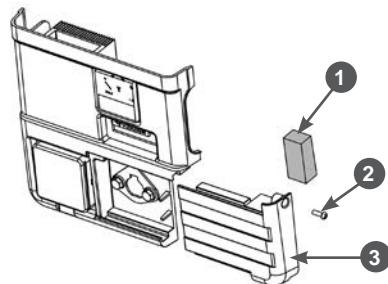

Рис. 10 Обслуживание воздушного фильтра
- Открутите винт 2, сдвиньте крышку 3 воздушного фильтра в сторону и извлеките из крышки воздушный фильтр 1 (Рис. 10).